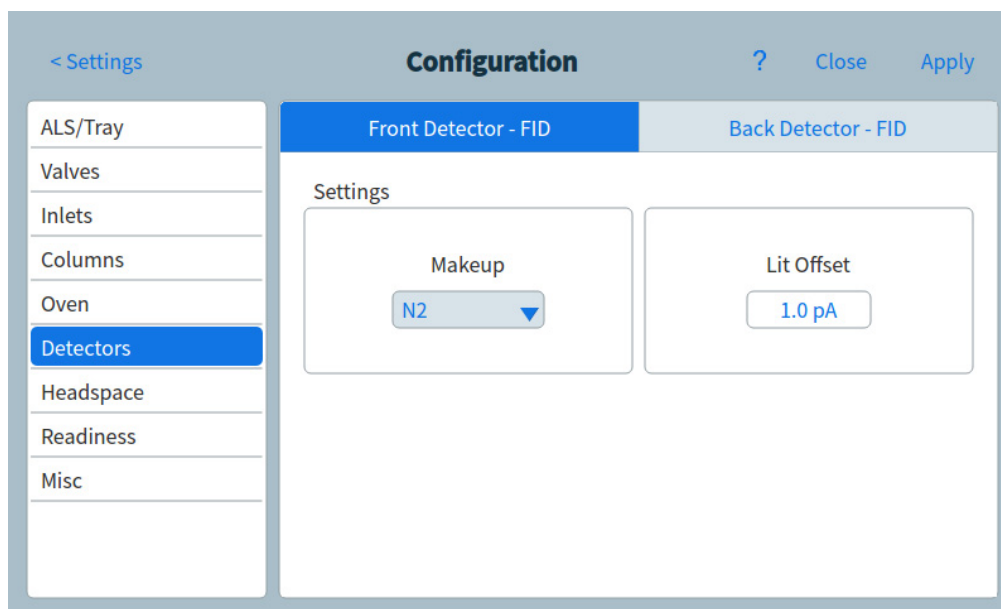

Abbildung 69. Seite „Detectors“
- 1 Drücken Sie **Settings (Einstellungen) > Configuration (Konfiguration) > Detectors (Detektoren)** und wählen Sie die Registerkarte für den zu konfigurierenden Detektor. Siehe „**Abbildung 69**“.